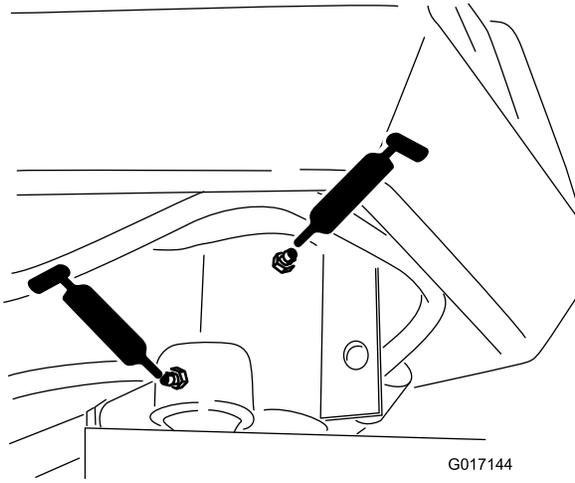

Bild 37
- Lenkgabelspindel (1) (Bild 37)
- Ende der Lenkzylinderstange (Bild 37)